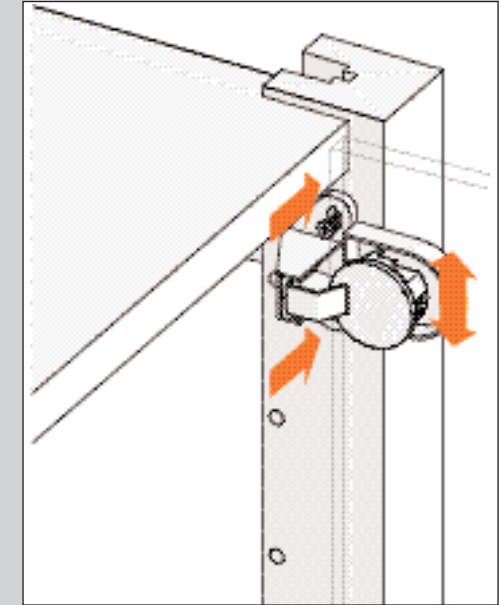

ABBILDUNG 30
2. Lockern Sie die Schrauben ein wenig und bringen Sie die Tür mit Hilfe der Schlitzlöcher in die richtige Position (siehe Abb. 30).